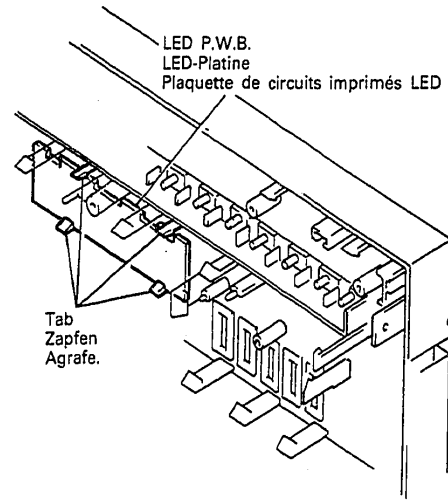

Fig. 11 Abb. 11
13. **LED-Platine (Abb. 11)**
13. **Plaque de circuits imprimés LED (Fig. 11)**